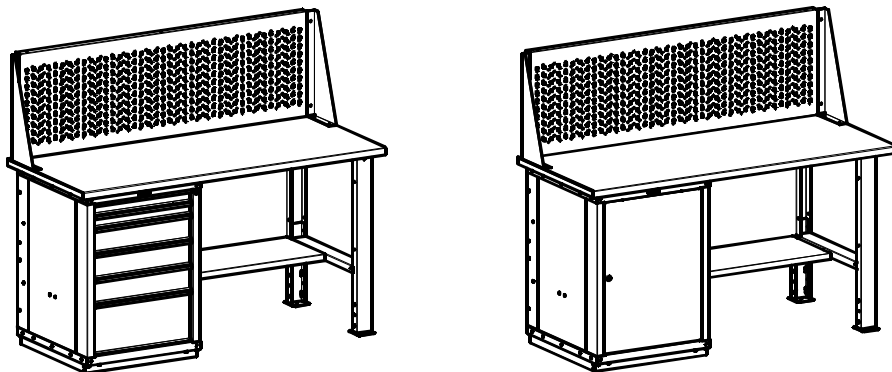

Рис.1
1. Заднюю стенку соединить 2-мя винтами М5 с тумбой (Рис.1)